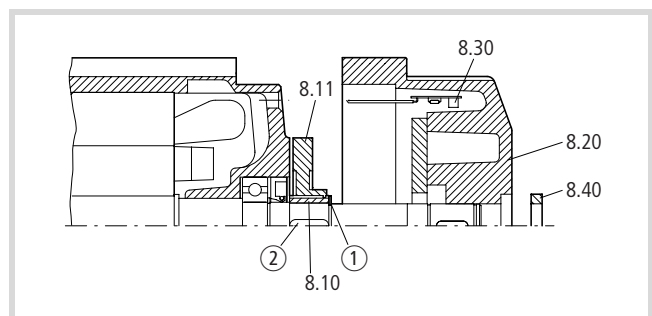

Abbildung 32: Motor mit Bremse
- ▶ Legen Sie die Passfeder ② für den Reibscheibenmitnehmer (8.10) ein (→ Abb. 32).
- ▶ Setzen Sie den Reibscheibenmitnehmer (8.10) auf und sichern ihn mit Sicherungsring ①.